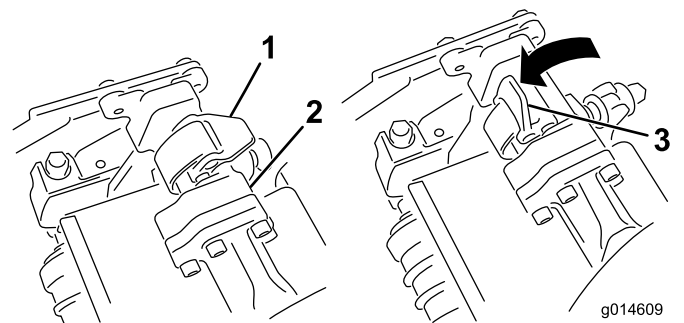
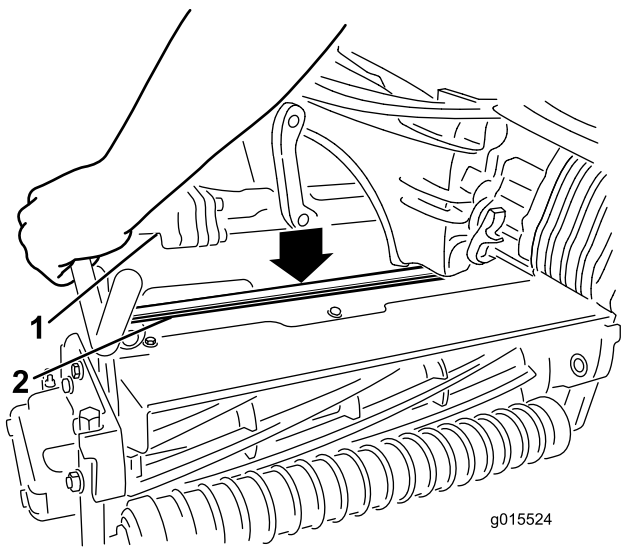

図 13
図 14
9. サスペンション・アームのバーについているラッチを上向き（開いた状態）にして（図 13）、サスペンション・アームを押し下げて、バーを、カuttingユニットのバーの上に被せるようにする（図 14）。
10. ラッチを下げるとカuttingユニットのバーがロックされてユニットがアームにセットされる (図 13)。